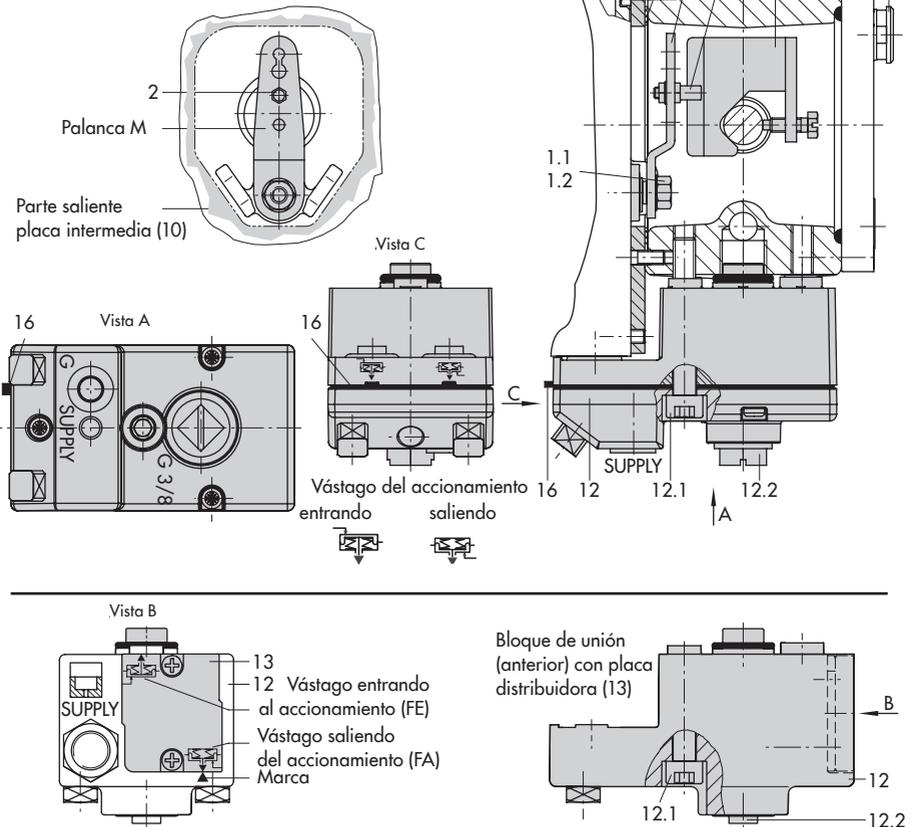

Fig. 4: Montaje integrado – conexión presión de mando en accionamiento Tipo 3277 de 175 a 750 cm²
Accionamiento de 175 a 750 cm² (ver fig. 4)
1. Colocar el dispositivo de arrastre (3) en el vástago del accionamiento, alinearlos y fijarlo de forma que el tornillo de fijación esté bien alojado en el encaje del vástago del accionamiento.
2. Fijar la placa intermedia (10) con la parte saliente más estrecha (fig. 4 izq.) hacia la conexión de la presión de mando, la junta plana (14) enganchada tiene que quedar del lado del puente del accionamiento.
3. En accionamientos de 355, 700 y 750 cm² desenroscar el pin (2) colocado en la posición **35** de la palanca **M** (1) y roscarlo en la posición **50**.
6. Comprobar que la lengüeta de la junta (16) lateral al bloque de unión, se encuentra encima del símbolo correspondiente a la ejecución del accionamiento "vástago saliendo" o "vástago entrando". Si es necesario, destornillar los tres tornillos, levantar la tapa, girar la junta (16) 180° y volver a fijarlo.
Con la ejecución anterior de bloques de unión (fig. 4 abajo) es necesario girar la placa distribuidora (13) hasta que la marca indique el símbolo que corresponde a la ejecución del accionamiento.
7. Montar el bloque de unión (12) con sus juntas al posicionador y puente del accionamiento, y fijarlo con los tornillos (12.1). En accionamientos "vástago entrando" se tiene que quitar el tapón (12.2) y montar el tubo para la presión de mando.
8. Montar la tapa (11) posterior. Al hacerlo prestar atención para que una vez instalada la válvula, el tapón de desaireación apunte hacia abajo, para asegurar la evacuación de posibles condensados.